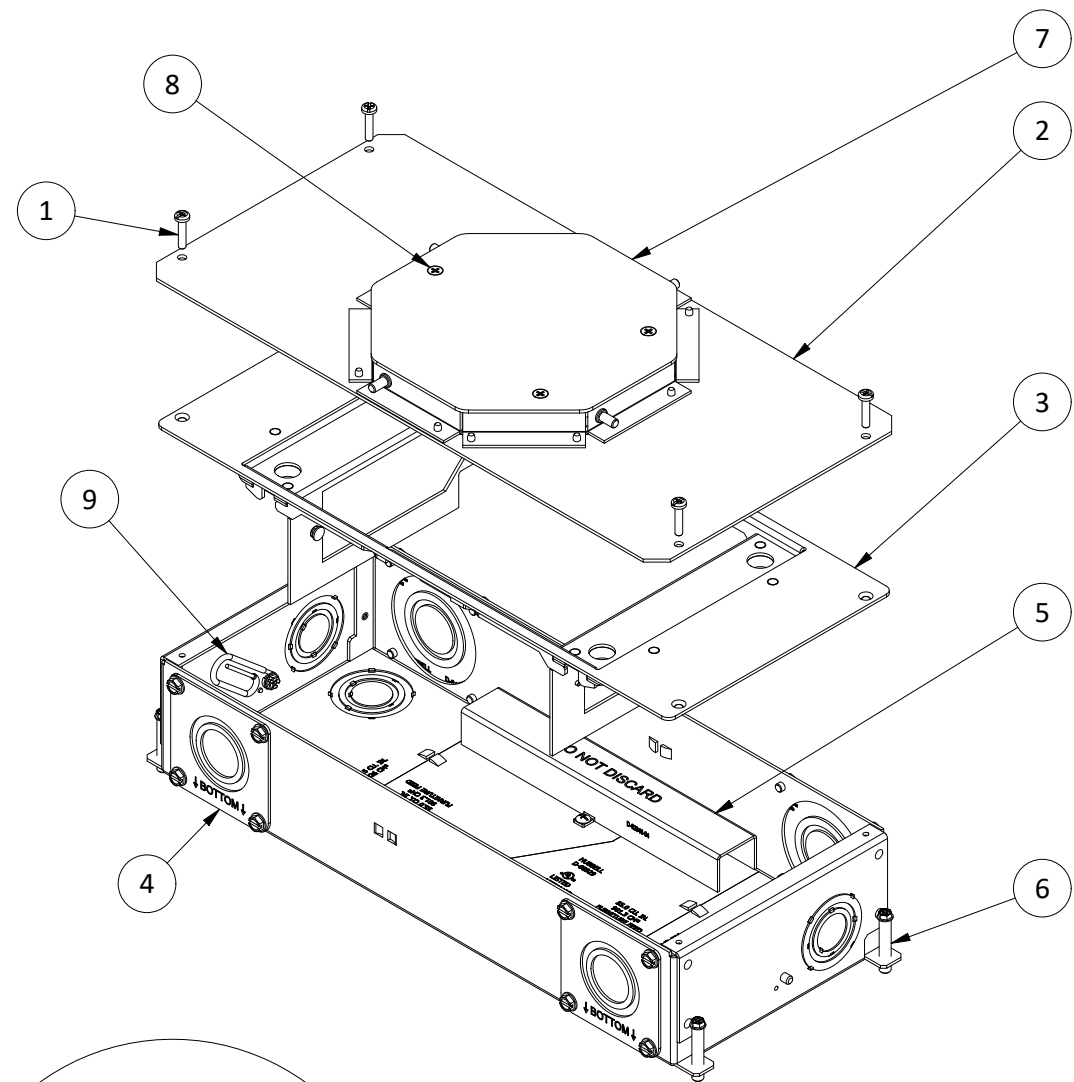

FIGURA 1
6. Instale los tornillos de nivelación [6] como se muestra en la Figura 1. Nivele la caja según sea necesario, colocando la caja de piso con la cubierta temporal [7] nivelada con la losa. Use tornillos de nivelación [6] y alambre para evitar que la caja de piso se mueva durante el vertido de concreto. Consulte la Tabla 1 para conocer la profundidad mínima de vertido.